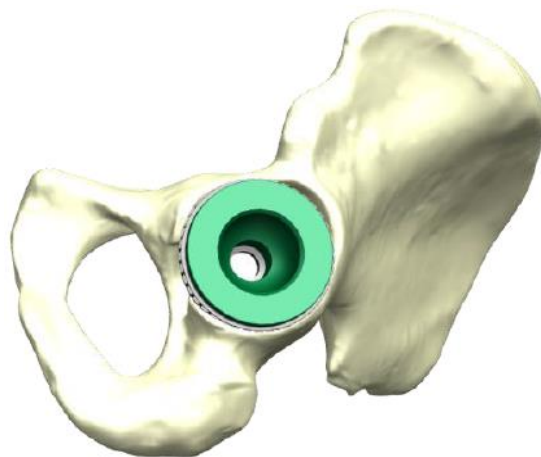

Рис. 8. Пробная имплантация вертлужного компонента бесцементной фиксации KANT
- Вручную вставьте пробный вкладыш в имплантированный вертлужный компонент бесцементной фиксации KANT (рис. 8).